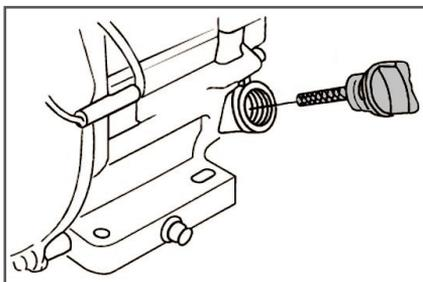

Рис. 11 Крышка-щуп маслозаливной горловины
2. Выкрутите крышку-щуп маслозаливной горловины и извлеките щуп (Рис. 11).
- Выкрутите крышку-щуп маслозаливной горловины и извлеките щуп (Рис. 11).